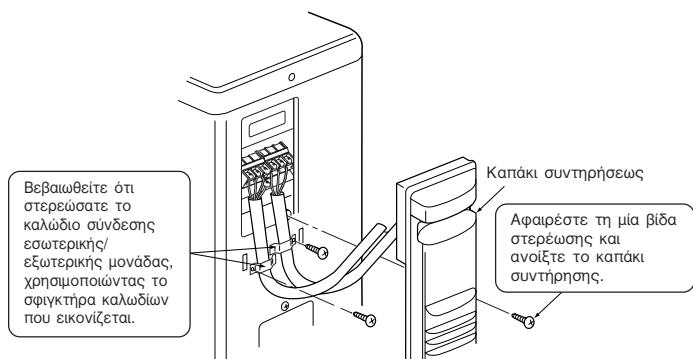

Fig. 7-5
7.3. Εξωτερική μονάδα (Fig. 7-5)